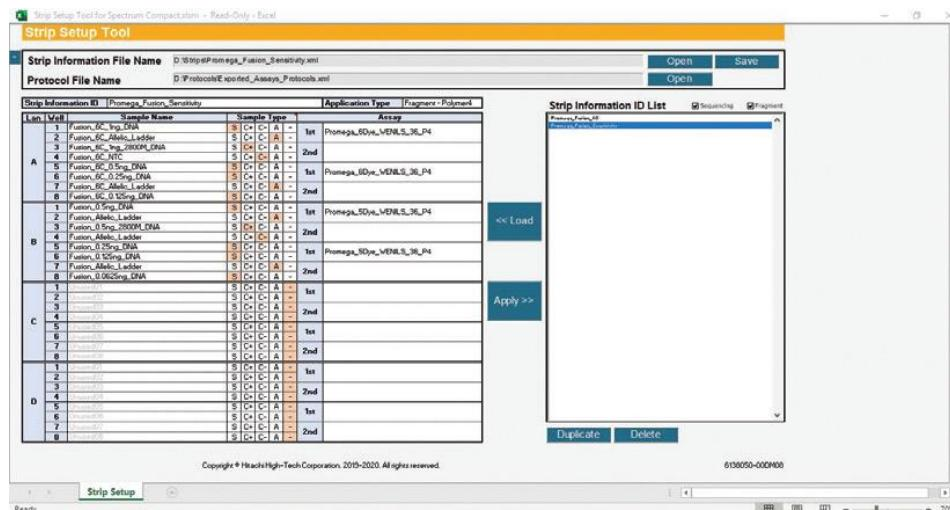

図 221 Strip Information File Name に新しい strip が表示された Strip Setup Tool for Spectrum Compact 画面
.xml ファイルとして保存すると、アスタリスクは消えます。(図 221)
- 新しい strip の名前と場所が Strip Information File Name のセルに表示されます。（図 221）